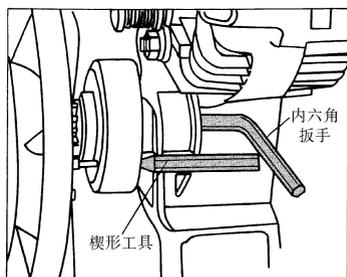

图 2-122 用楔形工具固定粘液风扇带轮
① 排放冷却液。
3) 如图 2-122 所示, 用楔形工具固定风扇带轮, 用内六角扳手拧下螺栓。